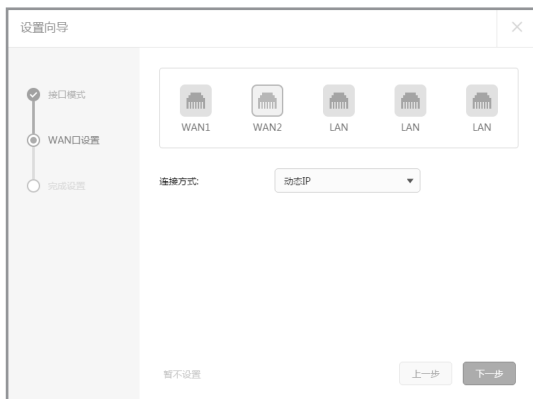

图4-4 上网方式--动态IP
2) 如果上网方式为动态IP, 即可以自动从网络服务商处获取IP地址, 不需要填写任何内容, 如图4-4所示。